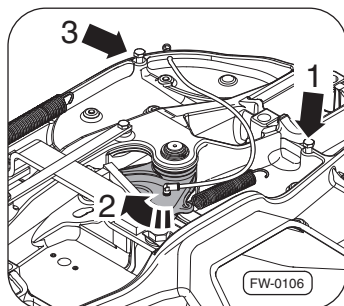

Fig. 30 · Décrocher les ressorts
2. Décrocher le ressort sur la pièce de verrouillage ⇒Fig. 30, –flèche 1–.